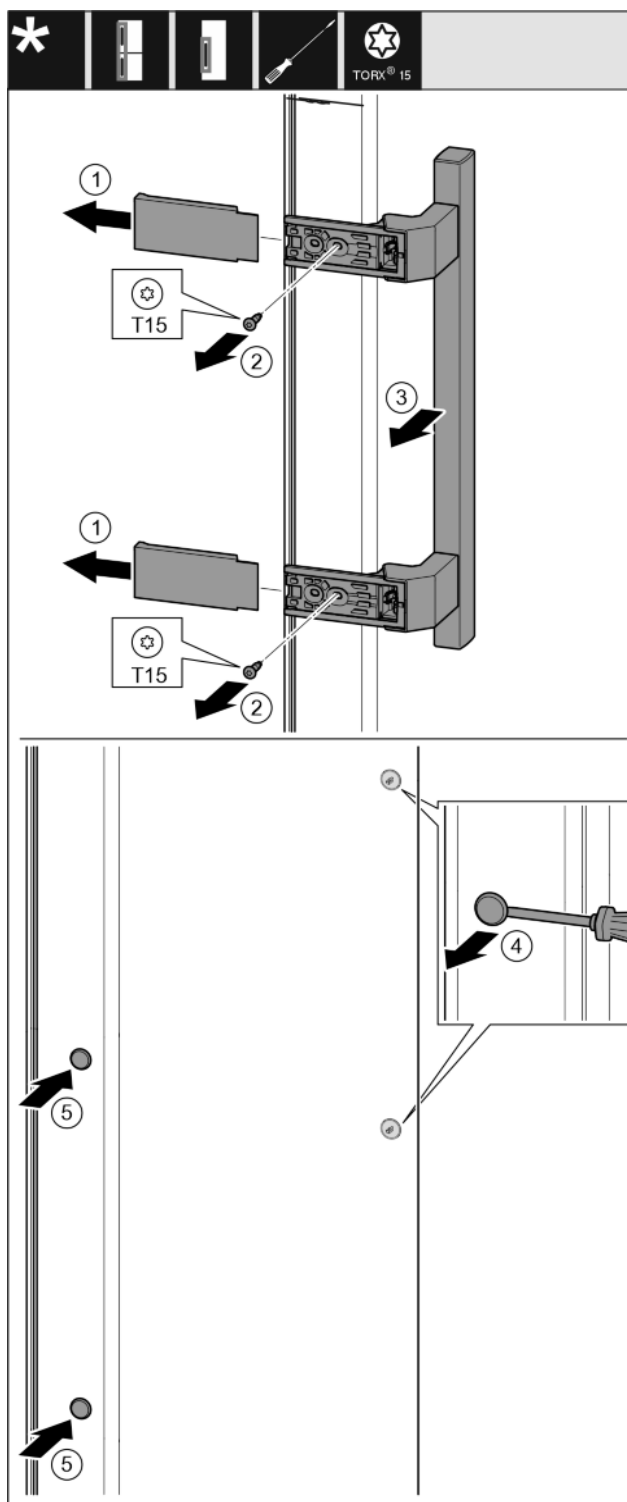

Fig. 30
- Húzza le a fedelet. Fig. 30 (1)
- Csavarja ki a csavarokat a T15 csavarhúzóval. Fig. 30 (2)
- Vegye le a fogantyút. Fig. 30 (3)
- Óvatosan emelje meg az oldalsó dugókat lapos csavarhúzóval, és húzza ki őket. Fig. 30 (4)
- Tegye vissza a dugókat a másik oldalra. Fig. 30 (5)